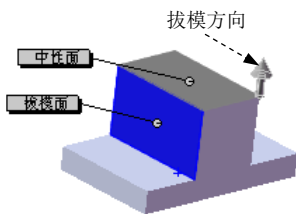

图 3.20.3 定义拔模方向
Step6. 定义拔模属性。拔模方向如图 3.20.3 所示，在对话框的 **拔模角度(G)** 区域的文本框中输入角度值 15.00 度。
方向（即所选拔模中性面的法向），如图 3.20.3 所示。可单击 **中性面(N)** 区域中的“反向”按钮 ，反转拔模方向。